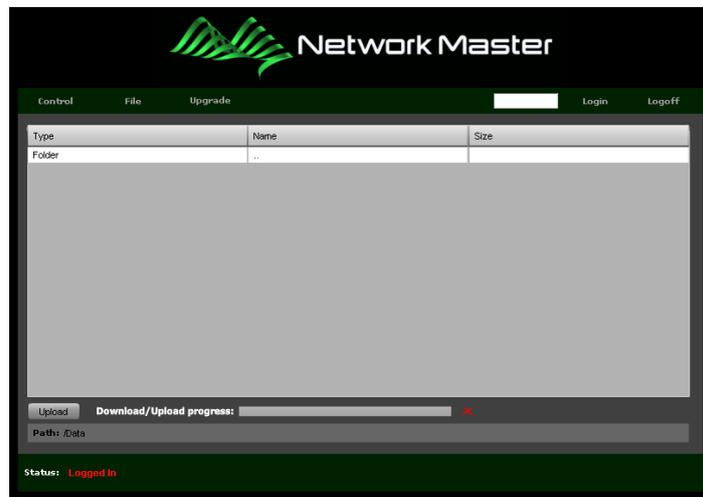

図10.4-5 リモート GUI (フォルダ)
3. フォルダを変更する場合は, Type が Folder になっている名前をクリックします。ファイルメニューには選択したフォルダが図 10.4-5に表示されます。